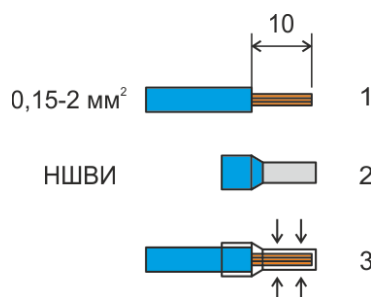

Рисунок 2 - Наконечники типа НШВИ
3. Концы многожильных проводников всех внешних кабелей сечением (0,15 – 2) мм² предварительно разделить на 10 мм (снять изоляцию) и оконцевать методом опрессовки. Для многожильных проводов использовать штыревые втулочные наконечники типа НШВИ соответствующего диаметра для крепления в клеммную колодку под винт. Опрессовку производить пресс-клещами (рисунок 2).